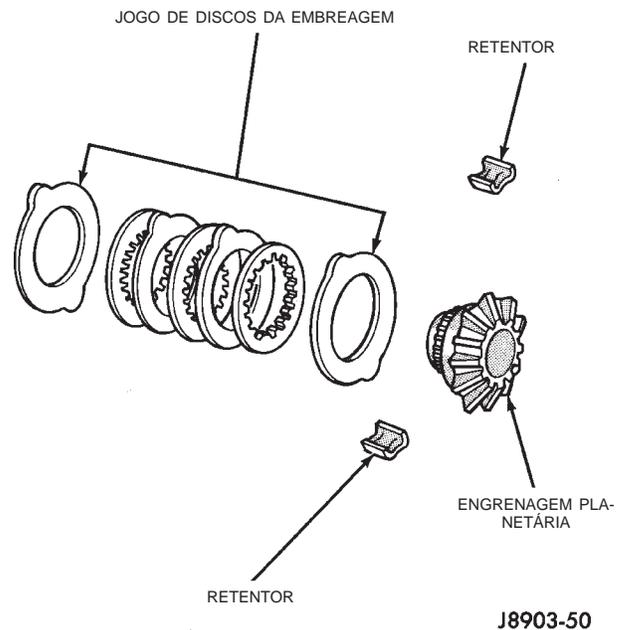
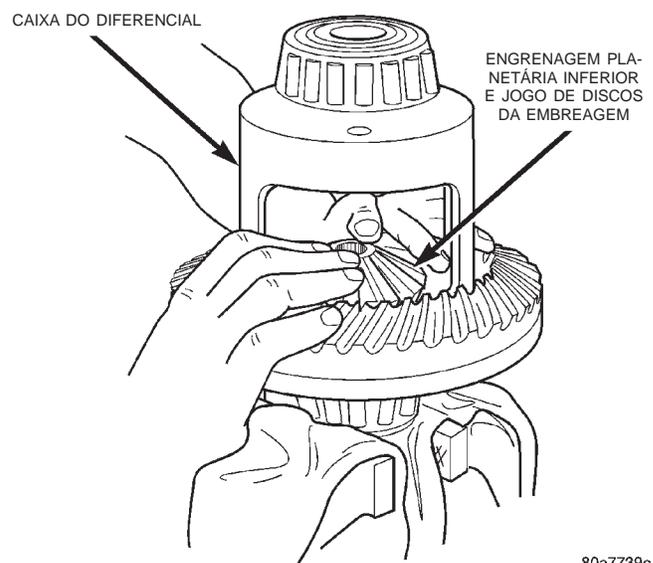

Fig. 64 Jogo de Discos da Embreagem
Fig. 65 Discos da Embreagem e Instalação da Engrenagem Planetária Inferior
(1) Monte os discos da embreagem em jogos e prenda os jogos de discos com presilhas de retenção (Fig. 64).
(2) Posicione os jogos de discos da embreagem montados nos cubos da engrenagem planetária.
(3) Instale o jogo de discos da embreagem e a engrenagem planetária na lateral da coroa da caixa do diferencial (Fig. 65). **Certifique-se de que as presilhas de retenção do jogo de discos da**